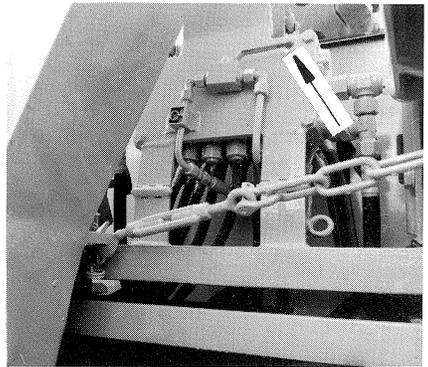

FIG. 20
- Ouvrir la vanne de blocage à boisseau sphérique fig. 20/flèche.
- Ouvrir la vanne de blocage fig.20/flèche.